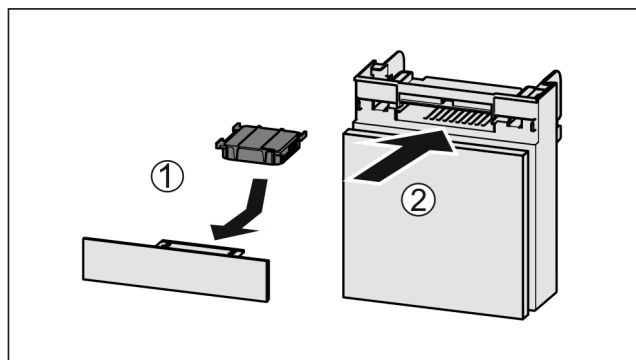

Fig. 67
- Insérer le filtre à charbon actif d'après le schéma Fig. 67 (1).
- Insérer le compartiment Fig. 67 (2).